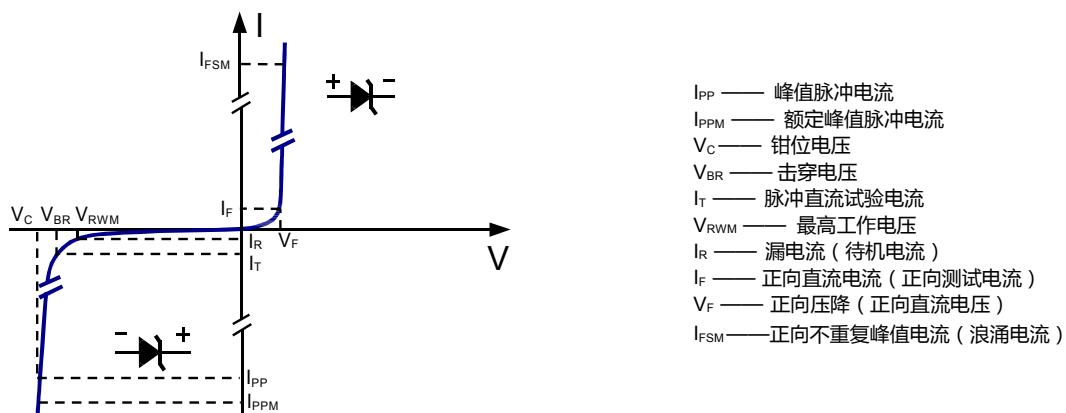
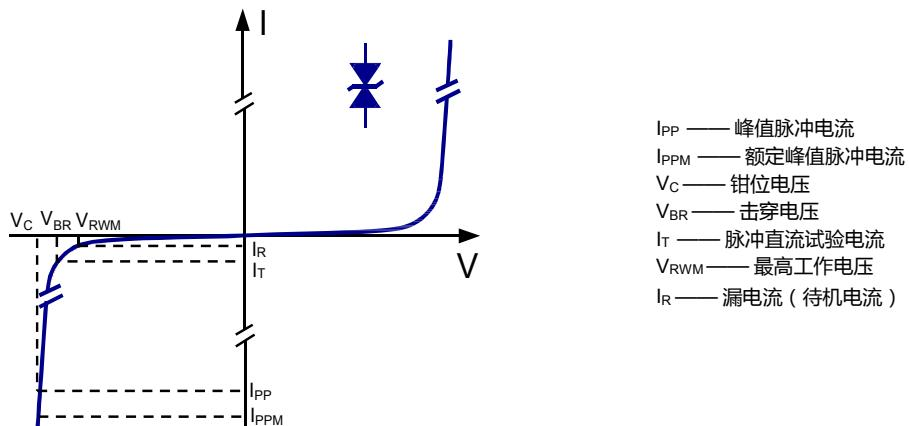

图 2 单向 TVS 伏安特性曲线
图 3 双向 TVS 伏安特性曲线
TVS 的伏安特性曲线及相关参数说明如图 2 所示，双向 TVS 伏安特性曲线第一象限与第三象限极性相反，特性相似，如图 3。当 TVS 反向偏置时，TVS 有两种工作模式：待机（高阻抗）或钳制（相对的低阻抗），如图 2 第三象限。在待机状态下，流过 TVS 的电流称为待机电流 (IR) 或漏电流，该电流的大小随 TVS 的结温而变化。在 TVS 的伏安特性曲线中，由高阻抗（待机）向低阻抗（钳位）转变是雪崩击穿的开始，当 TVS 完全雪崩击穿时，TVS 会瞬间把高电压转化为流过其体内的大电流并保持 PN 结两端相对较低的钳位电压。